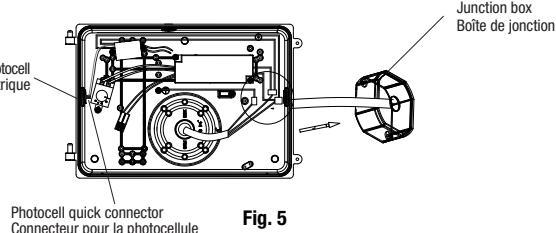

Fig. 5
6. Pass the wires through the central hole of the back housing outside of luminaire (Fig. 5).
7. Make the electrical connections into the junction box between the power leads and luminaire leads by using the wire nuts (Fig. 5).
- NOTE:** If the photocell isn't needed, the photocell can be turned off by disconnecting the quick connector for model A (Fig. 5) or replacing the existing transparent plug with the extra metal coin plug (provided) for model B.
6. Passer les fils d'alimentation dans le trou central du boîtier arrière à l'extérieur du luminaire (Fig. 5).
7. Effectuer les connexions électriques entre les fils d'alimentation et les fils du luminaire dans la boîte de jonction en utilisant des capuchons de connexion (Fig. 5).
- NOTE:** Si la cellule photoélectrique n'est pas nécessaire, elle peut être désactivée en débranchant le connecteur rapide pour le modèle A (Fig. 5) ou en remplaçant le bouchon transparent existant avec le bouchon supplémentaire métallique (fourni) pour le modèle B.